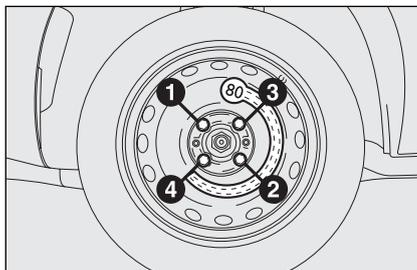

fig. 9
- mediante l'utilizzo della chiave in dotazione, serrare a fondo i bulloni, passando alternativamente da un bullone a quello diametralmente opposto, secondo l'ordine numerico illustrato in fig. 9.
- mediante l'utilizzo della chiave in dotazione, serrare a fondo i bulloni secondo l'ordine rappresentato in precedenza per il ruotino di scorta (vedere **fig. 9**).